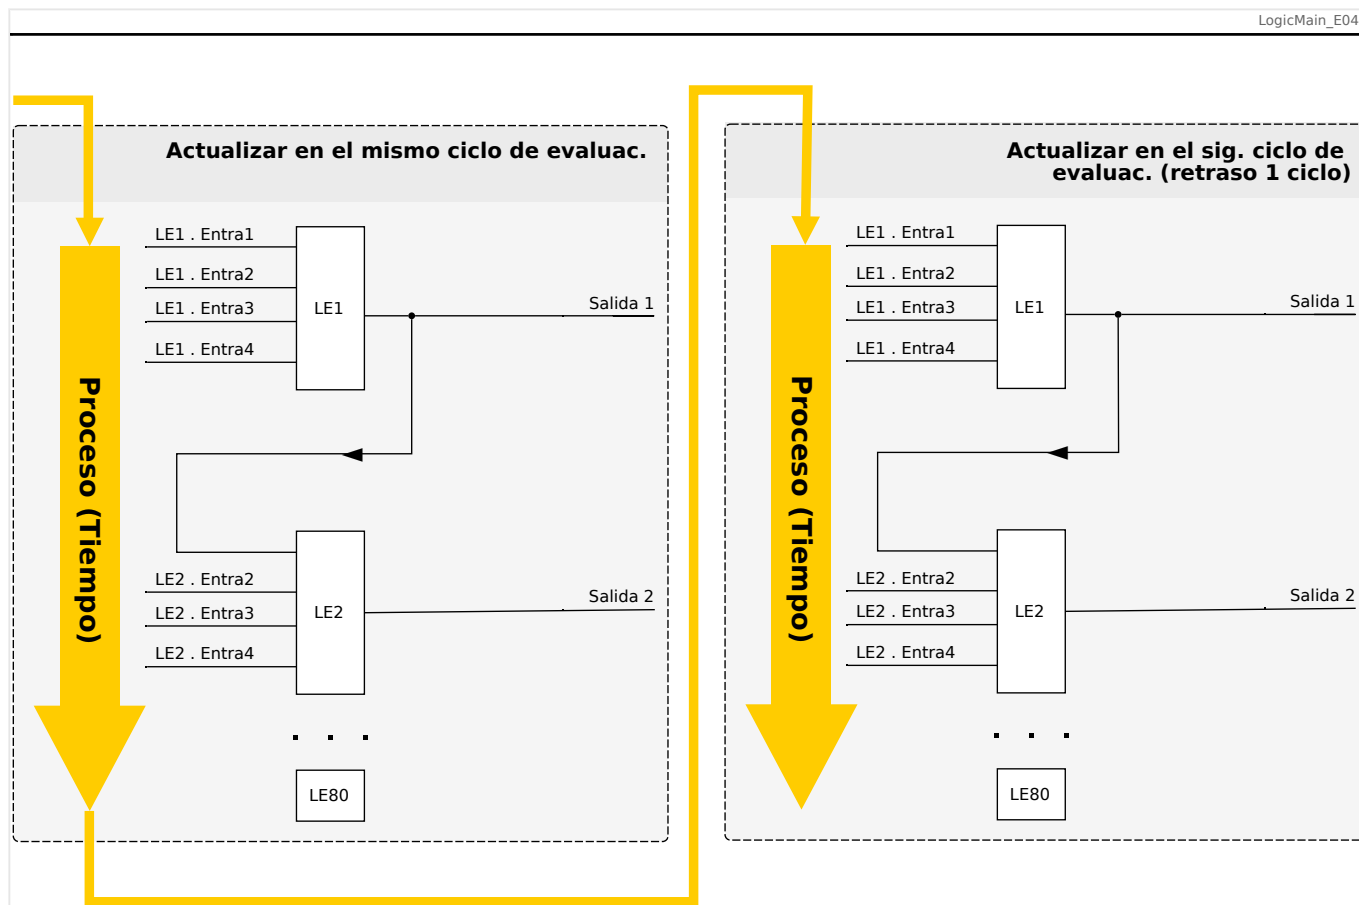
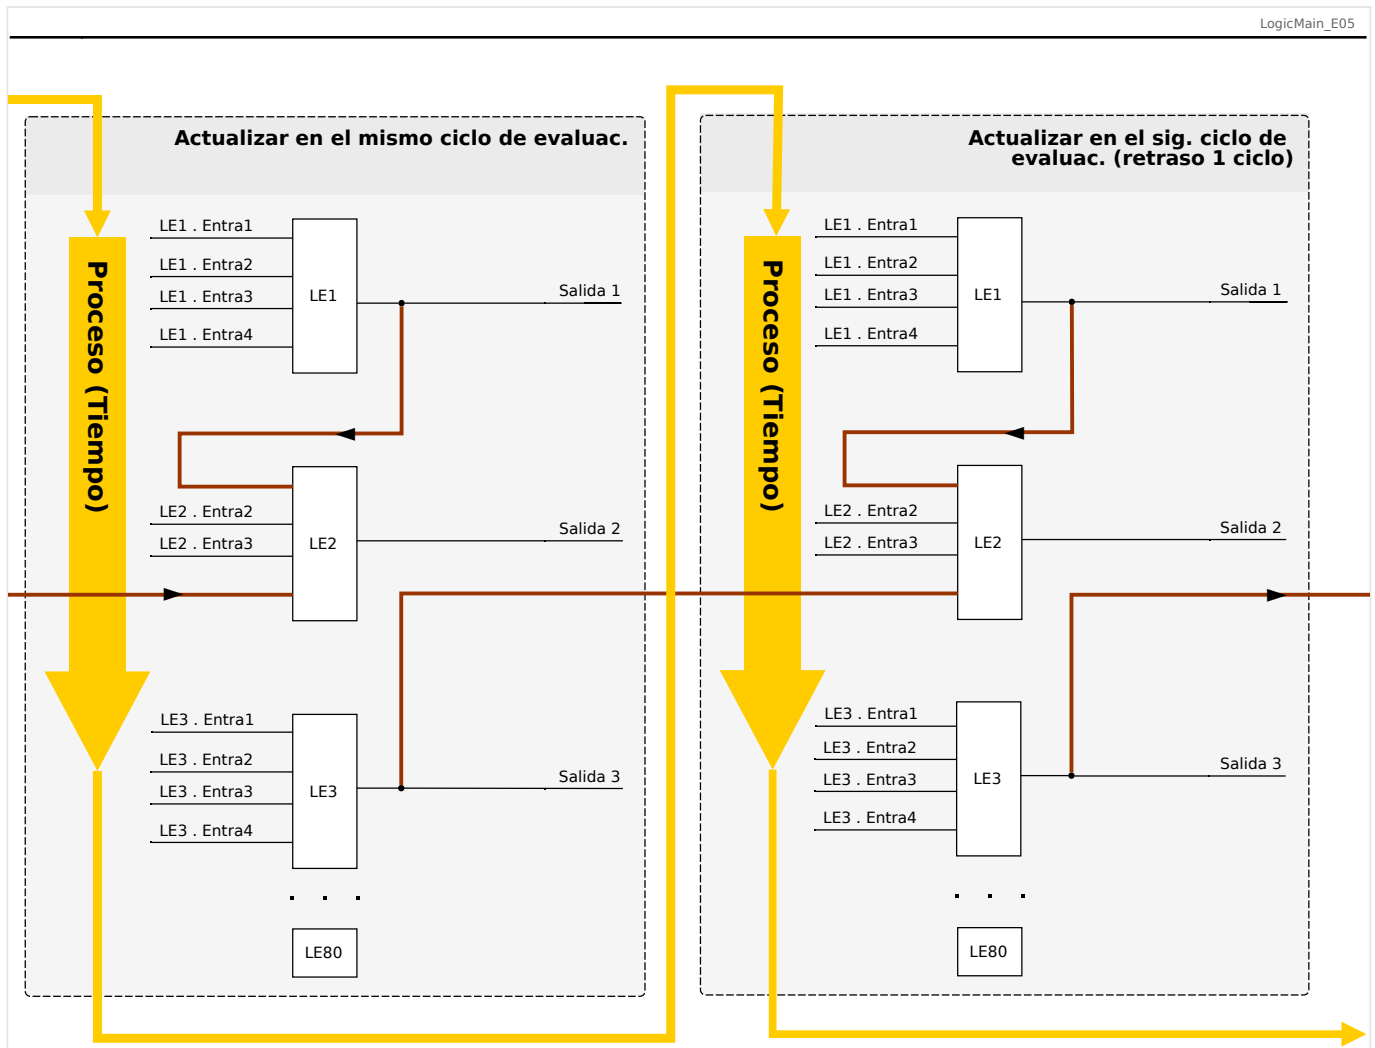

Fig. 178: Cascada en orden ascendente.
Fig. 179: Cascada en orden descendente.
- Una secuencia **ascendente** quiere decir que algunas de las salidas se usarán como entradas de una ecuación lógica con un número **mayor**. Por ejemplo, en el diagrama  Fig. 178 siguiente, se muestra un ejemplo en el que el resultado de la ecuación lógica LE1 se usa como entrada de la ecuación lógica LE2.
- Una secuencia **descendente** quiere decir que algunas de las salidas se usarán como entradas de una ecuación lógica con un número **inferior**. Por ejemplo, en el diagrama  Fig. 179, se muestra un ejemplo en el que el resultado de la ecuación lógica LE3 se usa como entrada de la ecuación lógica LE2.
Tanto la secuencia ascendente como la descendente se pueden usar y combinar entre sí, sin ninguna diferencia inmediata. Sin embargo, como todas las ecuaciones se evalúan en orden ascendente, los valores de tiempo de ejecución en sí que se usen como la entrada de una ecuación tendrán una "antigüedad" distinta, como se muestra en  Fig. 178 y  Fig. 179 a continuación.
En el ejemplo mostrado anteriormente en Fig. 179, la “Ecuación lógica 2” usa los estados de salida de otras dos ecuaciones, la “Ecuación lógica 1” y la “Ecuación lógica 3”. El resultado de la “Ecuación lógica 1” se usa en orden ascendente y, por lo tanto, se evalúa con el mismo ciclo de proceso. El resultado de la “Ecuación lógica 3” se usa en orden descendente y, por lo tanto, se evalúa en el ciclo de proceso anterior.